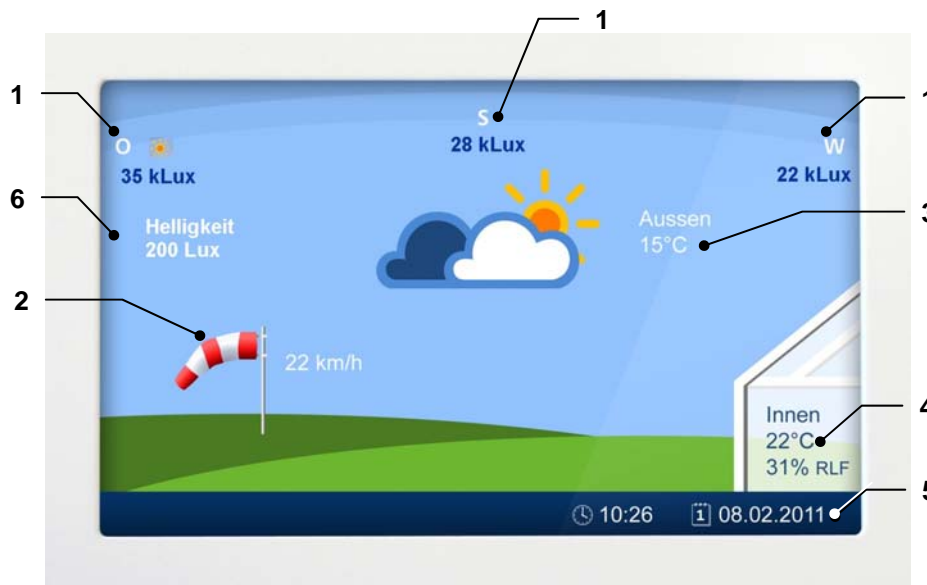

Bild 8: Display mit Touch-Screen am Bedienteil
1. Klicken Sie auf dem Display auf das angezeigte Datum bzw. die Uhrzeit (Pos. 5, Bild 8).
1. Klicken Sie im Display auf den Bereich für die Innentemperatur (Pos. 4, Bild 8).
2. Klicken Sie im Display auf den Bereich für die Innentemperatur (Pos. 4, Bild 8).
1. Klicken Sie im Display auf eine beliebige Stelle (außer Zeit/Datum und Innentemperatur, siehe auch Pos. 4 und 5 in Bild 8)